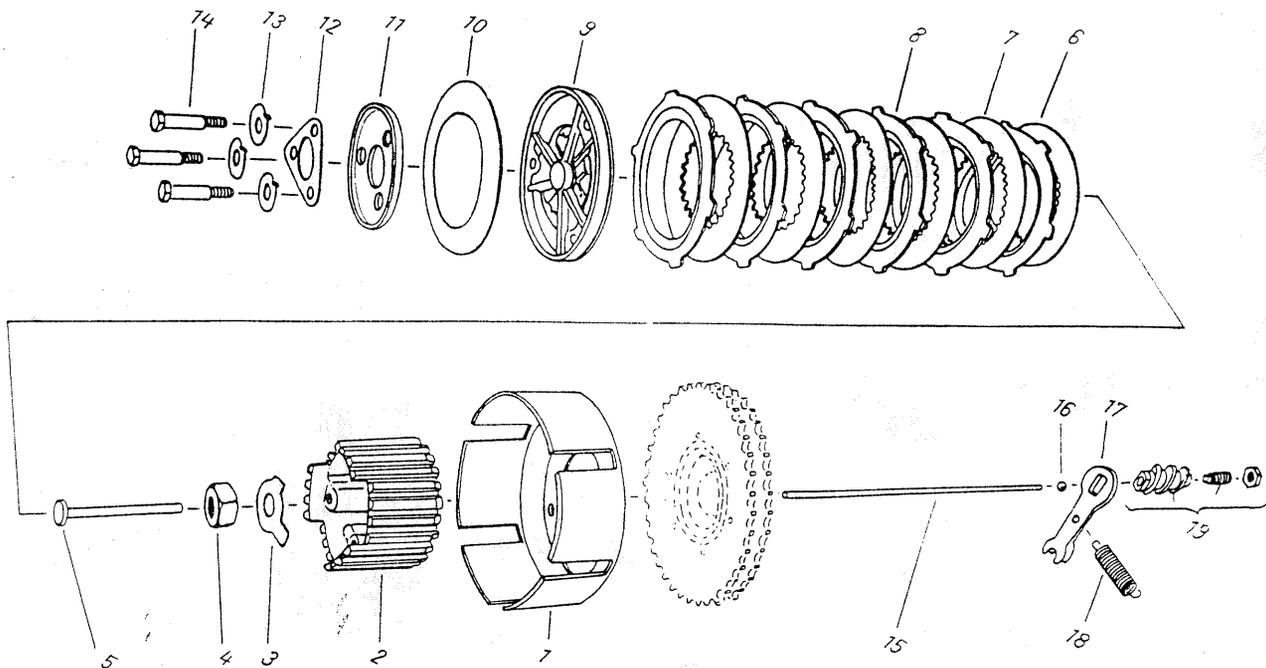

Fig. 197. Représentation en éclaté de l'embrayage
L'appariement de l'embrayage et sa manœuvre sont visibles à la fig. 197. Au cas où l'embrayage est pourvu de pièces neuves modifiant la hauteur de construction du paquet d'embrayage tout entier, il faut déterminer le nombre et/ou l'épaisseur convenable des rondelles compensatrices (12) avant leur installation. Seulement si cette détermination est accomplie soigneusement, le fonctionnement optimum de l'embrayage est assuré lorsqu'on touche le levier d'embrayage légèrement à la main.
Attention ! Ne pas oublier le clou de pression (5 à la fig. 197) !